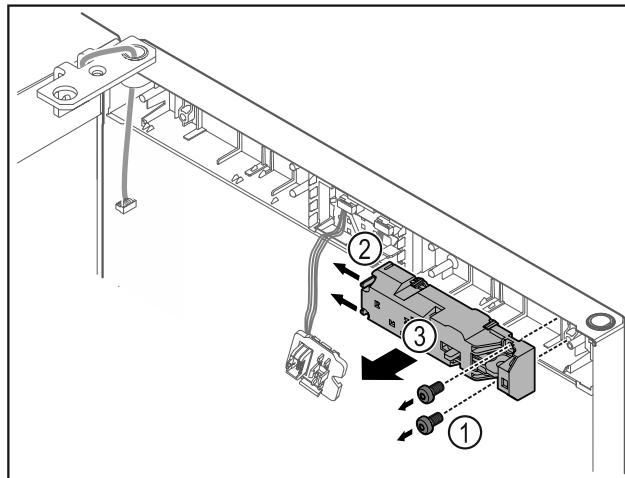

Fig. 18
- Išsukite varžtus Fig. 18 (1).
- Paspauskite fiksavimo iškyšas Fig. 18 (2) į šoną ir nuimkite nuotolinį užraktą Fig. 18 (3).